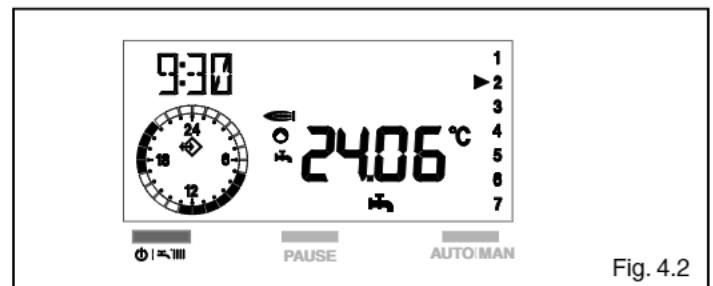

Fig. 4.2
- con lo sportellino del pannello comandi a distanza chiuso, premere il tasto  fino a visualizzare il tipo di funzionamento desiderato, estate  o inverno  (fig. 4.2).